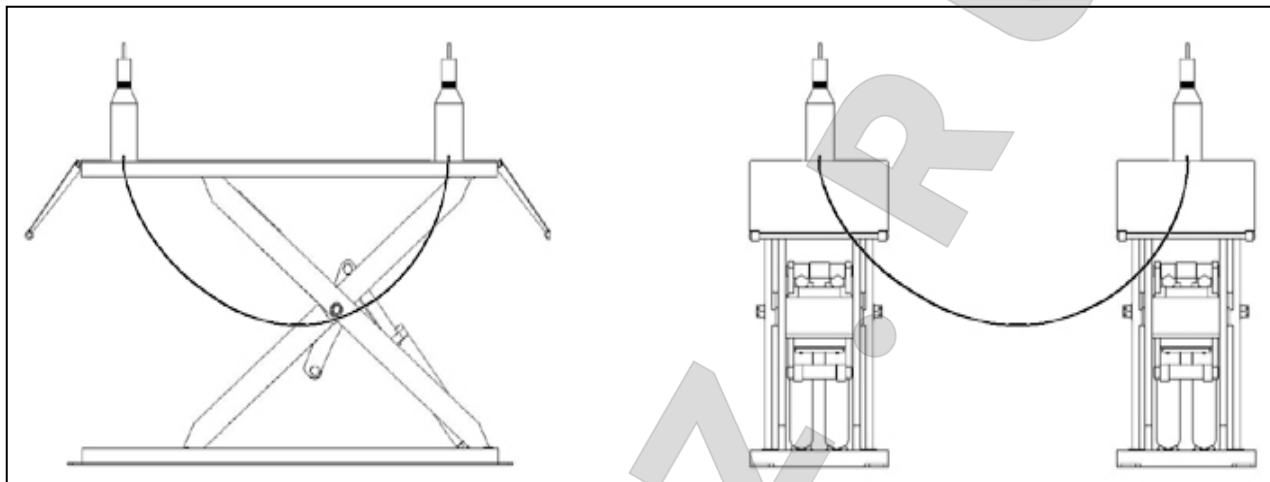

Рис. 21
- Если имеется неровность в фундаменте, следует воспользоваться металлическими блоками (**рис. 21**).